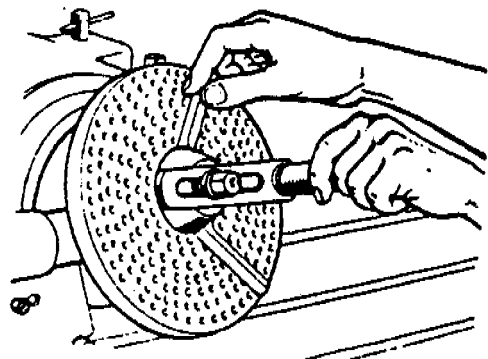

Figura 3
- b. Aproxime el compás de manera que el arco que abarcó sea recorrido por la manivela en el sentido de giro previsto ( Figura 3 ).